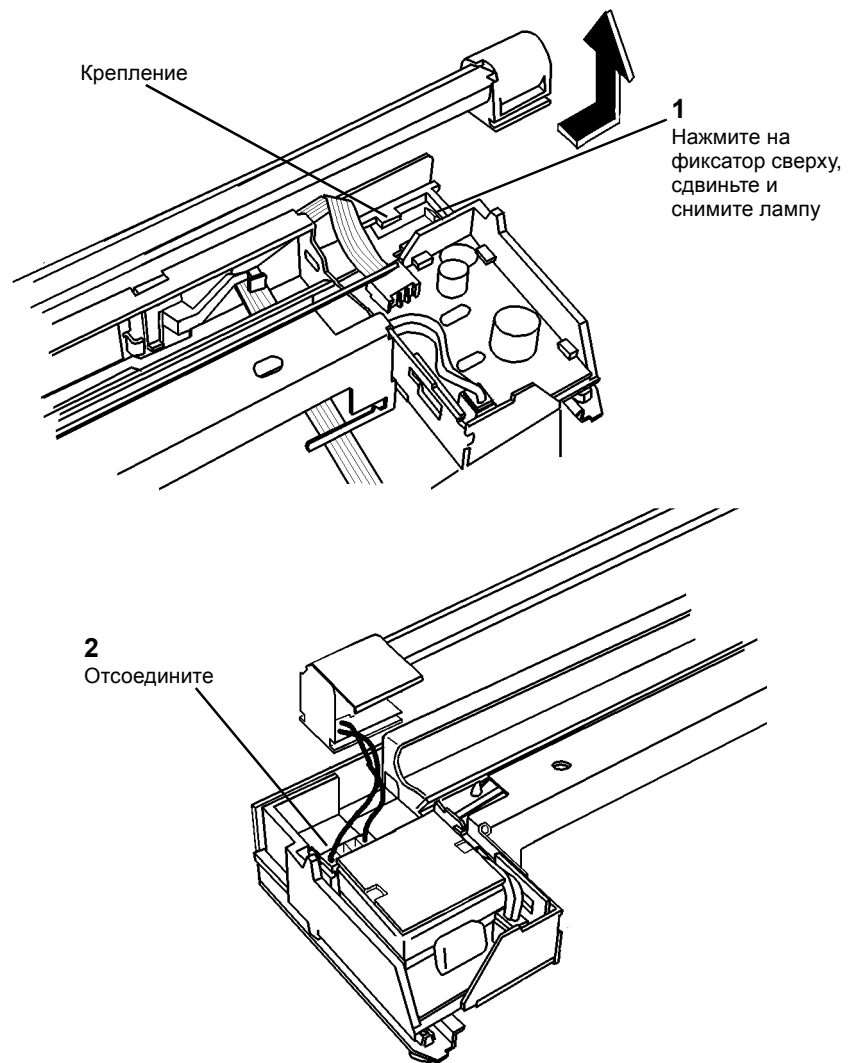

Рисунок 4 Снятие лампы с каретки
8. Снимите лампу экспонирования с каретки (Рисунок 4).